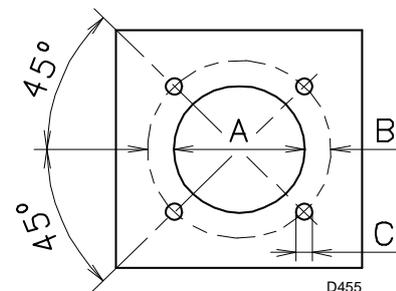

Abb. 11
Bebohren Sie die Abdeckplatte der Brennkammer wie aus Abb. 11 ersichtlich. Die Lage der Gewindebohrungen kann mit Hilfe des Wärmeschildes, das dem Brenner beige packt, nachvollzogen werden.
- Den gesamten Brenner in das vorher vorbereitete Bohrloch des Heizkessels einpassen, wie in Abb. 11 dargestellt, und mit den beige-packten Schrauben befestigen.